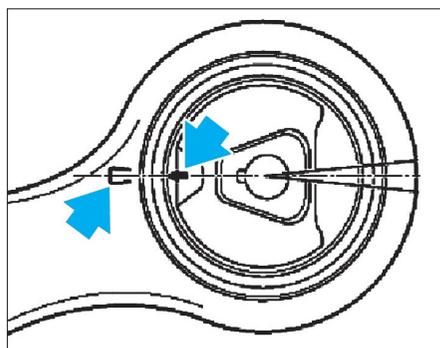

Fig. 31
• Centrer la flèche sur le silentbloc par rapport au repère sur le bras de traction et emmancher le silentbloc à la presse (Fig.31).